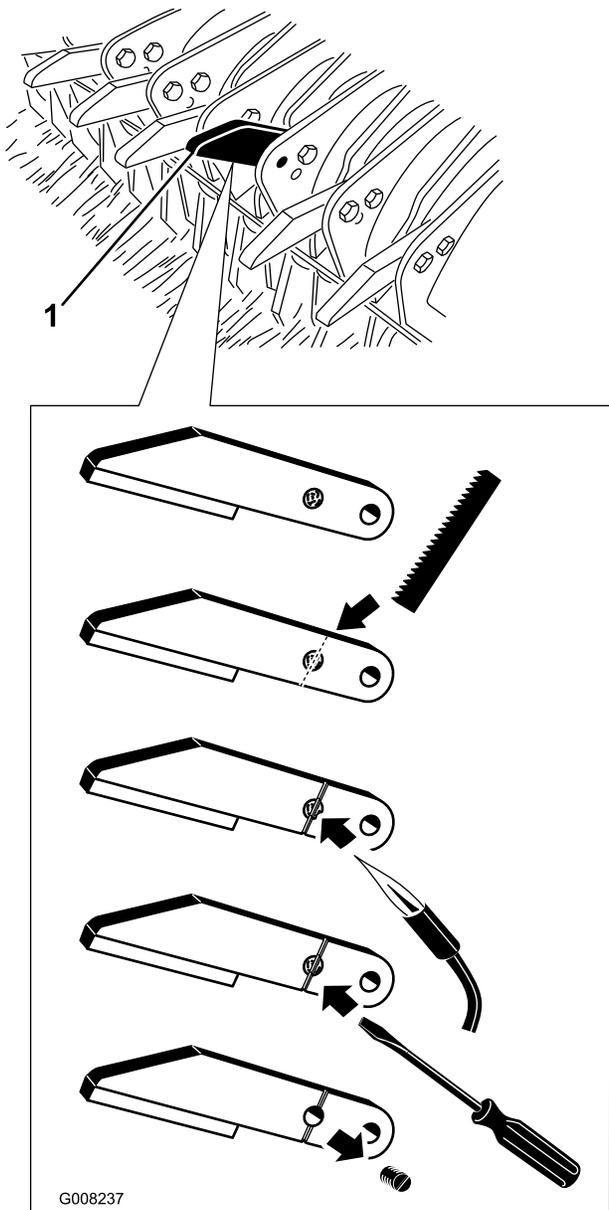

Bild 38
1. Entfernen Sie die nicht durchgeschnittene Schraube, mit der die Spitze des Zerkleinerers am Messer befestigt ist (Bild 38). Nehmen Sie die Spitze des Zerkleinerers vom Messer ab.
2. Schneiden Sie mit einer Metallsäge einen Schlitz in das zerschnittene Ende der Schraube und in die Spitze des Zerkleinerers (Bild 38). Stellen Sie sicher, dass der Schlitz tief genug ist, damit ein flacher Schraubenzieher greifen kann.
3. Wärmen Sie nach dem Schneiden des Schlitzes die zerschnittene Schraube mit einer Lampe, um das Loctite weich zu machen (Bild 38).
4. Drehen Sie die zerschnittene Schraube aus der Spitze des Zerkleinerers, wenn das Loctite weich ist (Bild 38).